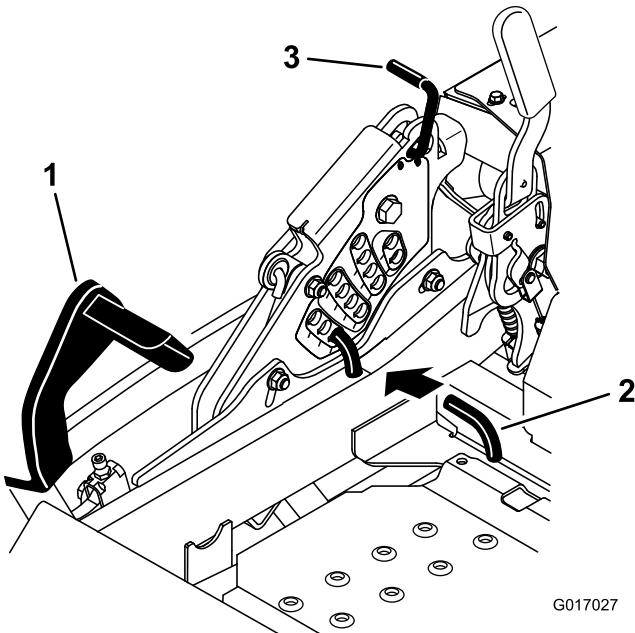

Figura 89
5. Empuje el pedal de elevación de la carcasa hacia delante del todo; la carcasa se enganchará en la posición de transporte de 14 cm (5-1/2 pulg.) (Figura 89).